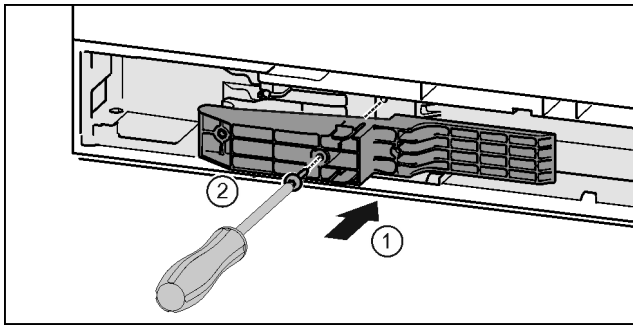

Fig. 44*
- ▶ Adaptér nasadíte na strane rukoväte do drážky.* Fig. 44 (1)
- ▶ Skrutkovačom T15 pevne zaskrutkujete skrutky.* Fig. 44 (2)